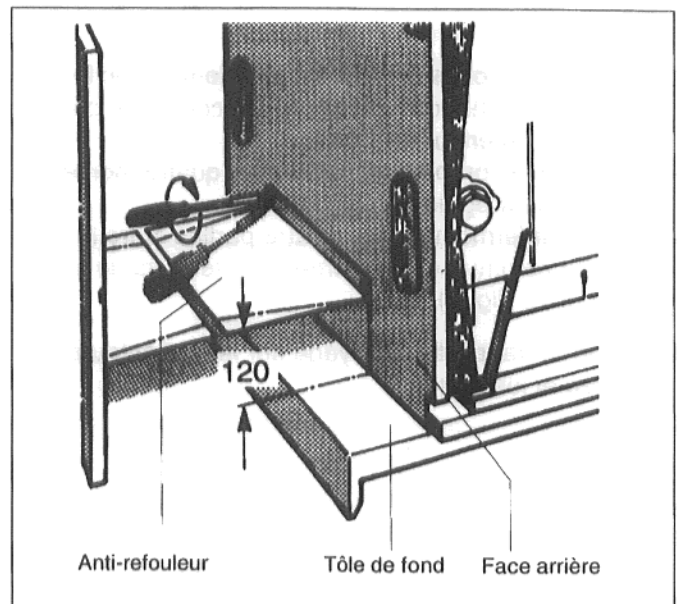

Fig. 6 : Montage de l'anti-refouleur pour chaudière G324 XD
- Visser l'anti-refouleur sur la face arrière de chaque bloc chaudière, environ 120 mm au-dessus de la tôle de fond (fig. 6)